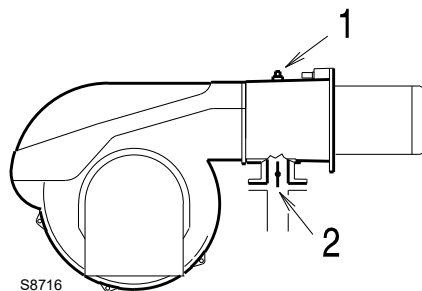

Fig. 23
Pressione del gas misurata alla presa 1)(Fig. 23), con:
Perdita di carico farfalla gas 2)(Fig. 23) con apertura massima: 90°.
- sottrarre dalla pressione del gas alla presa 1)(Fig. 23) la pressione in camera di combustione.
Pressione del gas alla presa 1)(Fig. 23) = 17,0 mbar
Per conoscere invece la pressione del gas necessaria alla presa 1)(Fig. 23), fissata la potenza massima di modulazione alla quale si desidera funzioni il bruciatore:
- Leggere sulla destra, colonna 1, la pressione alla presa 1)(Fig. 23).
pressione necessaria alla presa 1)(Fig. 23).